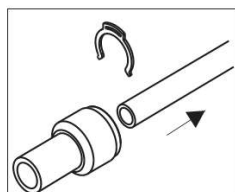

Fig. 3
- 3) Ištraukti vamzdelį (fig. 3).